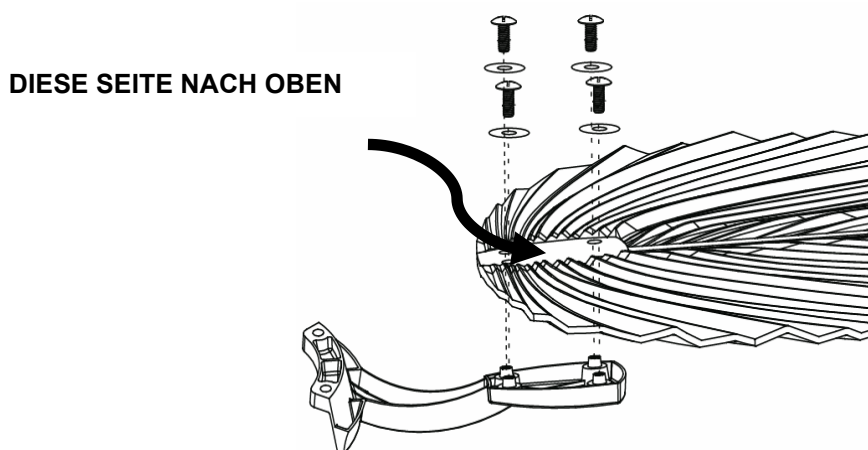

Abb. 5.1
1. Bringen Sie die Ventilatorflügel an der Ventilatorflügel-Halterung an, indem Sie die 4 Flügelschrauben und -unterlegscheiben festziehen. Achten Sie auf die korrekte Ausrichtung der Flügel. Die Markierung „DIESE SEITE NACH OBEN“ muss auf der Schraubenkopfseite sein. (Abb. 5.1)